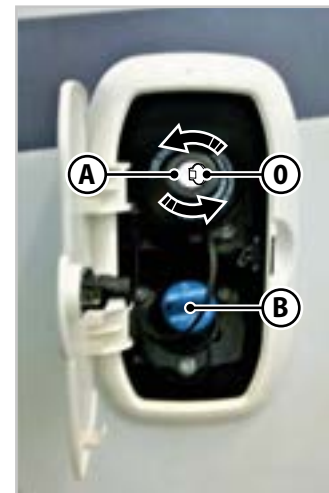

Fig.5.7 - Drivstofflokk
Slik åpner du tanklokket (Fig.5.7):
Slik lukker du tanklokket (Fig.5.7):
For å åpne hetten (**B** - Fig.5.7) på AD-BLUE-tilsetningsstoffet, vri hetten i retning mot klokken og trekk den ut. Fortsett deretter med fylling av drivstoff. Utfør operasjonen i motsatt rekkefølge for å lukke den.
1. Trekk spaken **A** (Fig.5.7 og Fig.5.8, avhengig av bobiltype), som er plassert til venstre for rattstammen, i pilens retning.